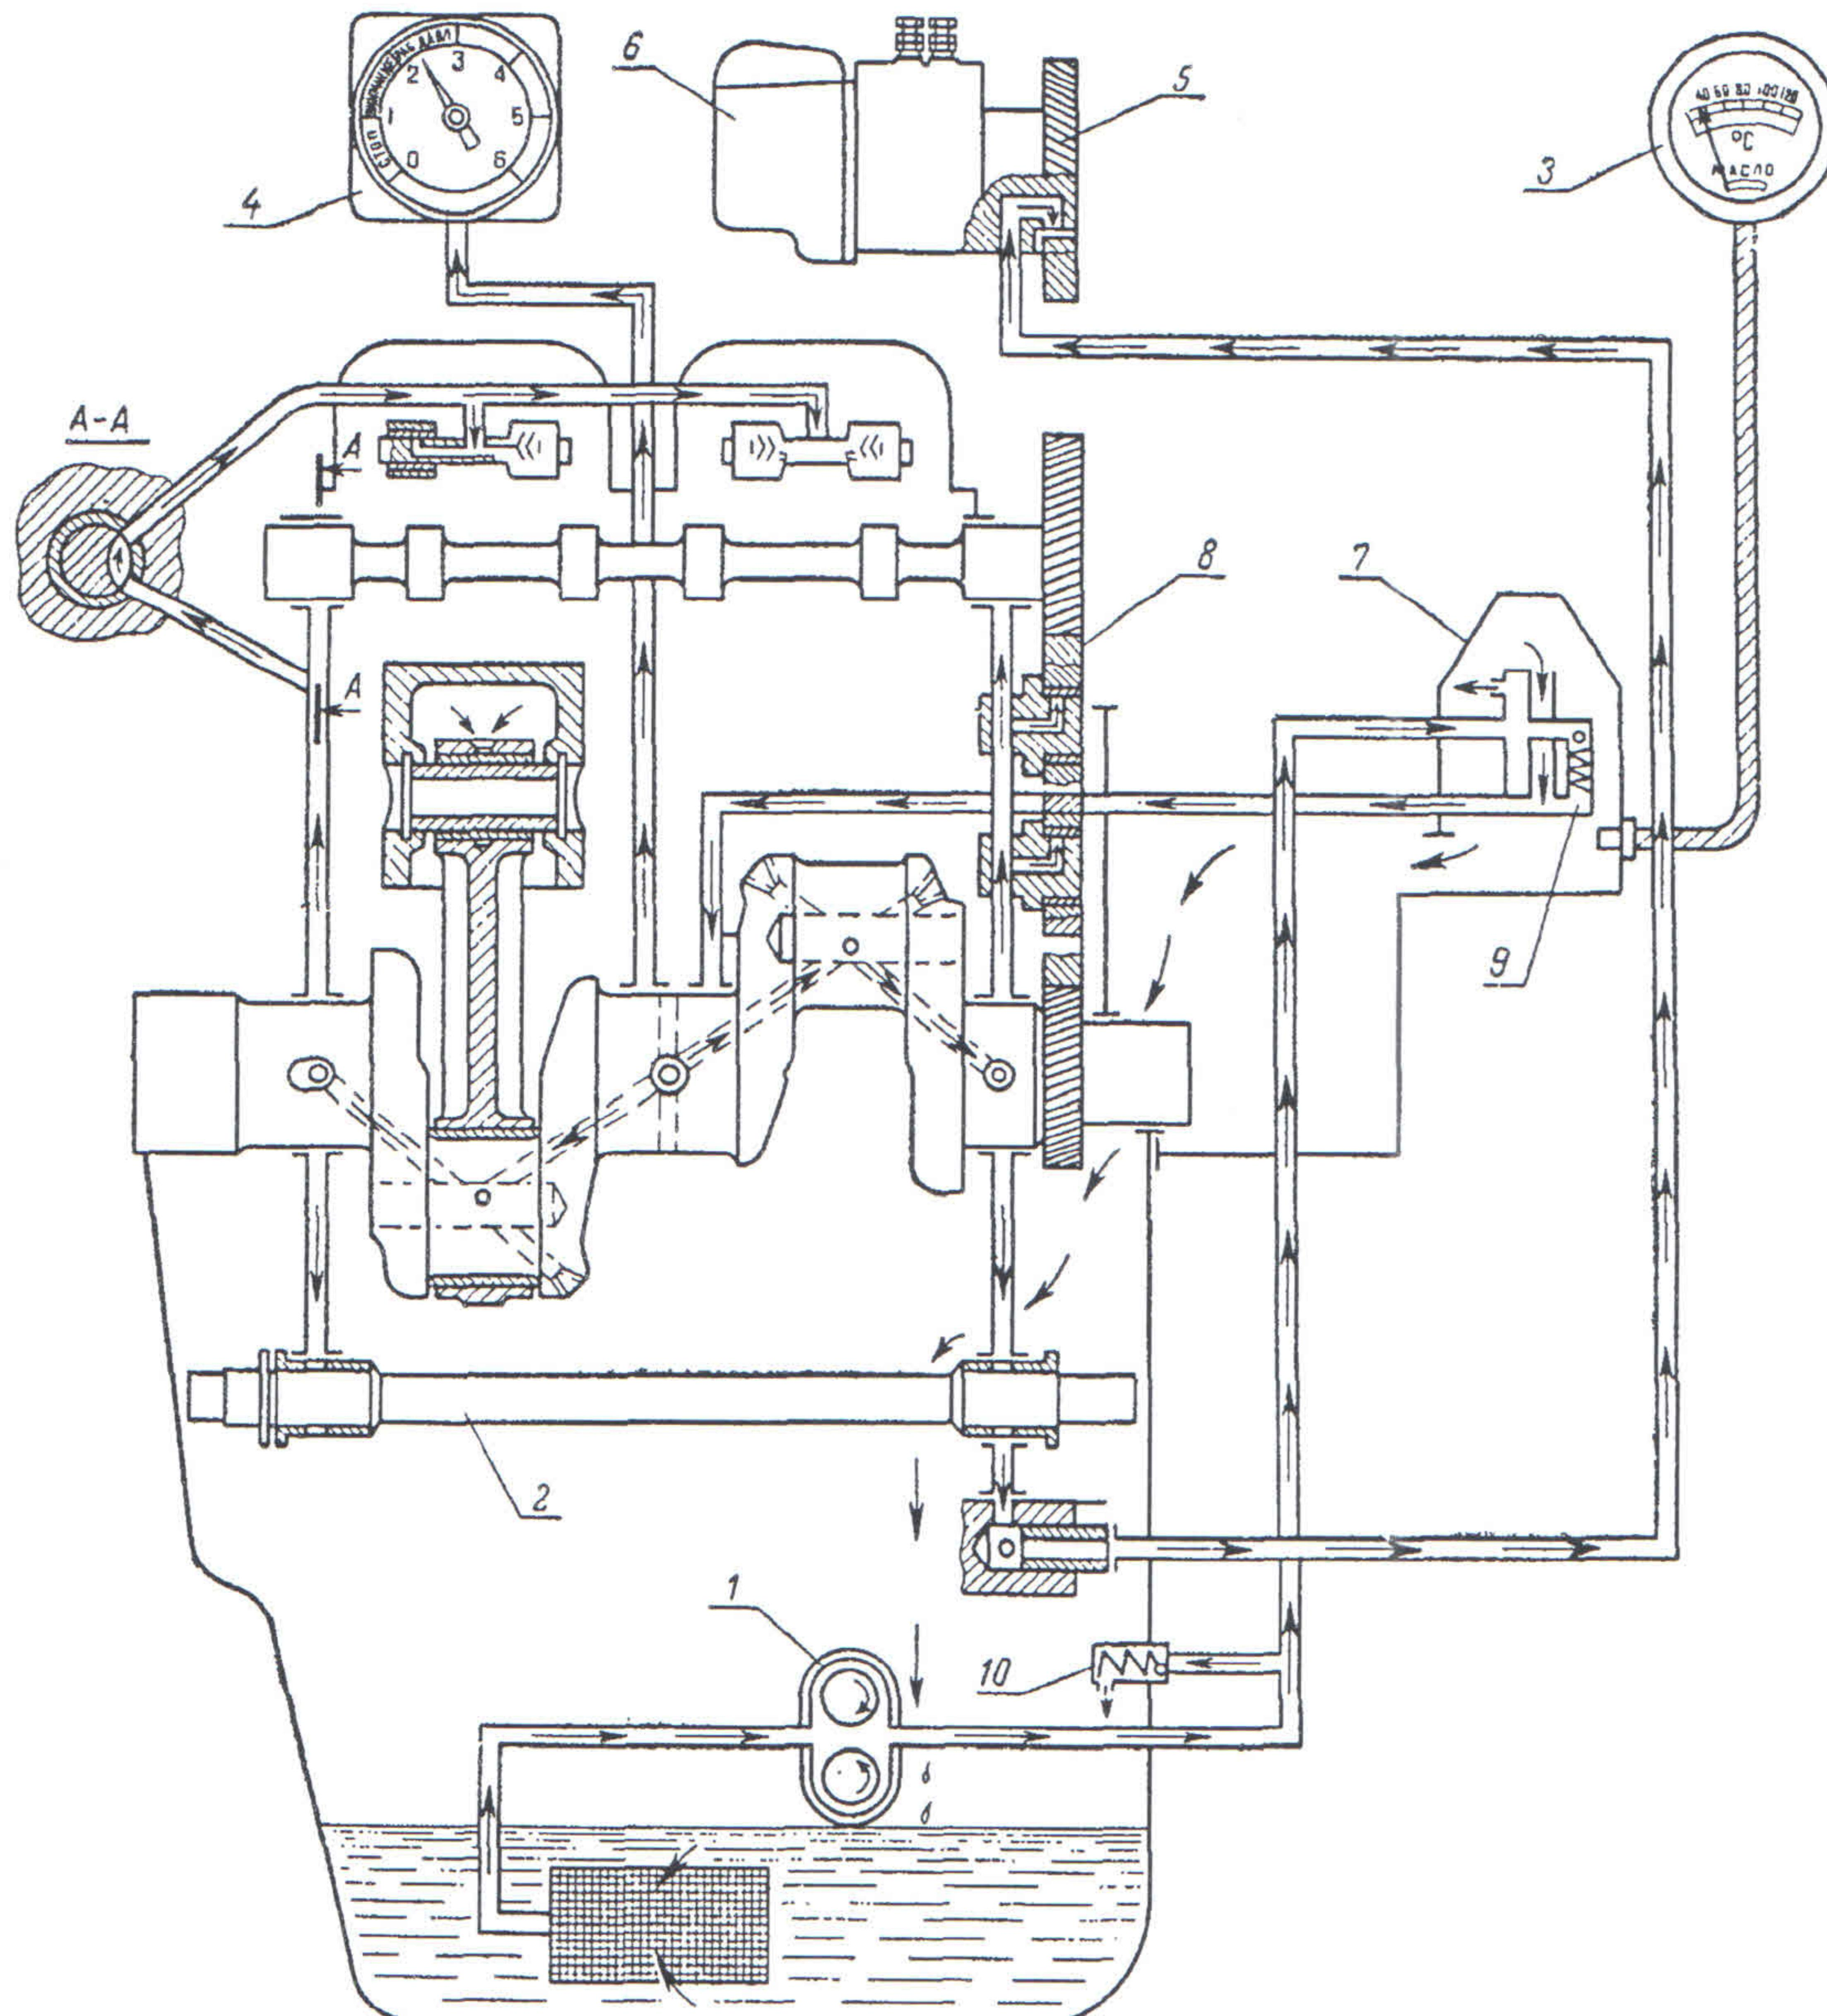

Рис. 29. Схема смазки двигателя:
**Общая схема смазки.** На двигателе Д-21 применена комбинированная система смазки (рис. 29). Большинство трущихся поверхностей смазывается под давлением, а некоторые разбрызгиванием.